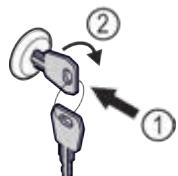

Fig. 129
- Вдавити ключ Fig. 129 (1).
- Повернути ключ на 90° за годинниковою стрілкою Fig. 129 (2).